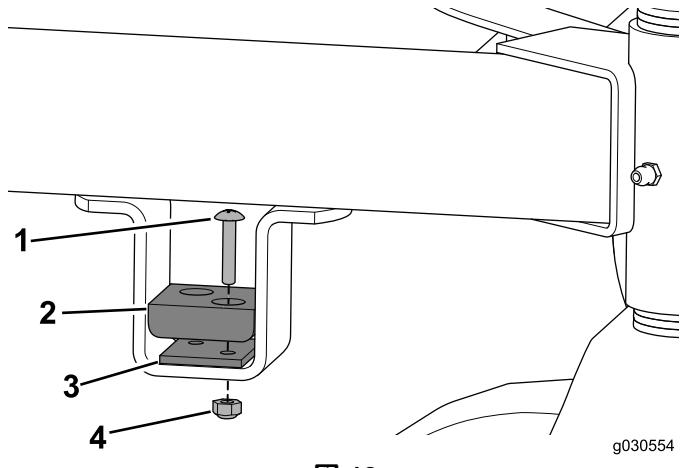

図 18
6. クッション上でクレビスピンが落ち着かない時は、クッションスペーサを使ってください図 18。